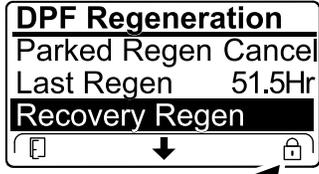

图25
- 如果发动机计算机尚未请求恢复再生，向下滚动至 恢复 REGEN（恢复再生）选项，恢复再生锁定且锁定图标（图25）将显示在 InfoCenter（信息中心）右下角。